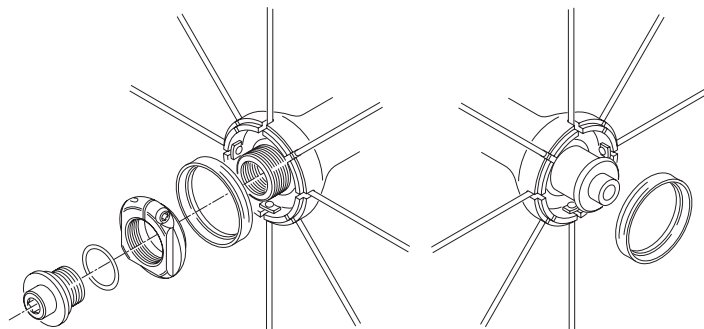

Fig. 43
- (eccetto Electron) Verificate che nel mozzo non siano presenti gli anelli fermaraggi in plastica, in caso contrario procedete alla loro rimozione svitando la vite di battuta sinistra e la ghiera di registrazione dal mozzo (Fig. 43) (vedere Cap. 17.1) e riavvitandole ad operazione terminata.
- (except Electron) Make sure that the hub is not fitted with the plastic spoke stop rings, otherwise remove them by unscrewing the LH locator screw and the adjustment locking from the hub (Fig. 43 - See Section 17.1) and refitting them at the end of the operation.
- (außer bei Electron) Überprüfen, ob sich in der Nabe noch keine Speichenhalterungsringe aus Kunststoff befinden. Sollten welche vorhanden sein, die Anschlagsschraube und die Einstellbuchse der Nabe (Abb. 43) (siehe Kapitel 17.1) lockern, eventuelle Ringe entfernen und Schraube und Buchse wieder anziehen.
- Vérifiez qu'il n'y ait pas les bagues en plastique de blocage des rayons dans le moyeu (sauf Electron) ; Si tel est le cas, enlevez-les en dévissant la vis de butée gauche et la bague de réglage du moyeu (Fig. 43) (voir Chap. 17.1) puis les revisser une fois l'opération terminée.
- Verificar que no estén montados en el buje los anillos bloquea-radios de plástico (excepto Electron) y, de no ser así, quitarlos. Para ello desenroscar del buje el tornillo de tope izquierdo y la virola de ajuste (Fig. 43) (ver Cap. 17.1) y al terminar volver a atornillarlos.
- (behalve Electron) Overtuig u ervan dat de spaakstopring van de naaf verwijderd is. Indien dit niet het geval is: draai de borgmoer en de sluitmoer van de naaf (fig. 43) (zie hoofdstuk 17.1) en plaats hem terug bij het beëindigen van de werkzaamheden.